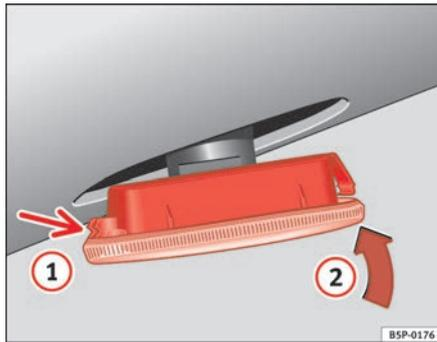

Fig. 195 Indicador de direcção lateral
- Primeiro, coloque o indicador de direcção no orifício da carroçaria, encaixando as patilhas ⇒ fig. 195, seta ①.
- Encaixe a lâmpada tal como indica a seta ② ⇒ fig. 195. ■